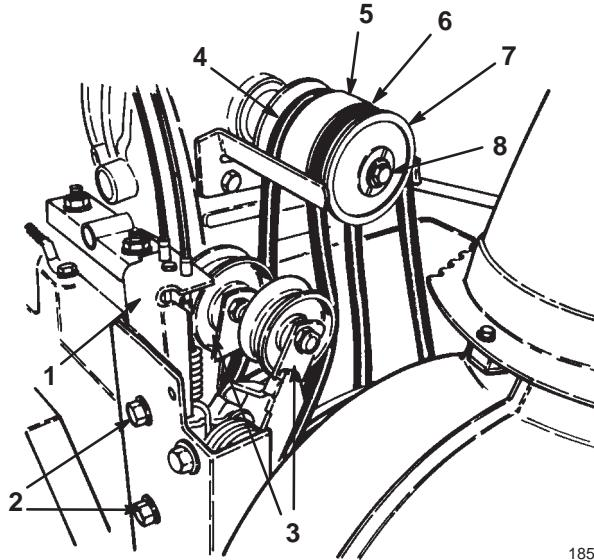

Figure 31
Si la courroie d' entraînement de tarière/roue hélice ou de transmission aux roues (Fig. 31) est usée, imbibée d' huile ou endommagée de quelque autre manière, remplacez-la par une courroie neuve.
5. Enlevez les deux boulons à embase qui fixent l'ensemble poulie folle au bâti du moteur et déposez l'ensemble poulie folle (Fig. 31).
6. Enlevez le boulon et la rondelle de blocage qui fixent la demi-poulie à gorge à l'avant de l'ensemble poulie (Fig. 31).
7. Déposez la demi-poulie à gorge et la courroie d' entraînement de tarière/roue hélice hors du vilebrequin et déposez la courroie (Fig. 31).
8. Si la courroie de transmission aux roues doit être remplacée, déposez la partie centrale de la poulie et la courroie du vilebrequin, puis déposez la courroie de la poulie (Fig. 31).
10. Si vous remplacez la courroie de transmission, installez-la autour de la transmission aux roues et de la poulie centrale, et glissez cette dernière sur le vilebrequin (Fig. 31).
11. Installez la courroie sur la poulie folle (Fig. 31).
12. Installez la courroie d' entraînement de tarière/roue hélice autour de la demi-poulie à gorge et glissez cette dernière sur le vilebrequin (Fig. 31).
14. Installez l'ensemble poulies folles sur le bâti du moteur et fixez-le avec les deux boulons à embase (Fig. 31).